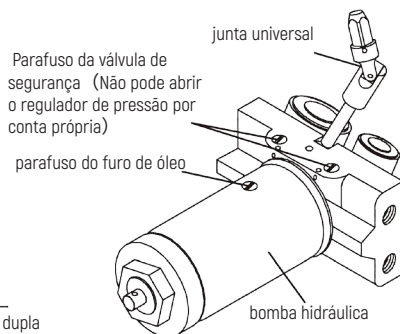

Figura 2
- 1) Solte o parafuso do orifício do óleo, mas não remova o parafuso (veja a Figura 2) .
- 5) Aperte o parafuso do orifício de óleo (veja a Figura 2) .
- 1) Remova o parafuso do orifício de óleo (veja a Figura 2) .